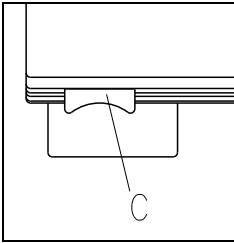

Abb.4
Auf der linken Seite des PT 100 befindet sich unter dem Bedienelement der Ein- Ausschalter **C**. **Abb.4**
- Ein- Ausschalter **C** drücken. **Abb.4**